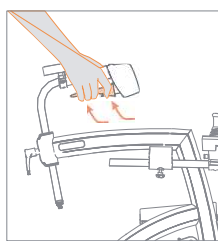

Figura 28: Accionar el freno de estacionamiento.
- ¿Quiere usar el freno de mano para asegurarse de que el andador no se desplace/no ruede? Primero apriete las manetas de los frenos y simultáneamente apriete las palancas del freno de estacionamiento. Luego suelte los frenos. Su andador está ahora en la posición de estacionamiento (**Figura 28**).